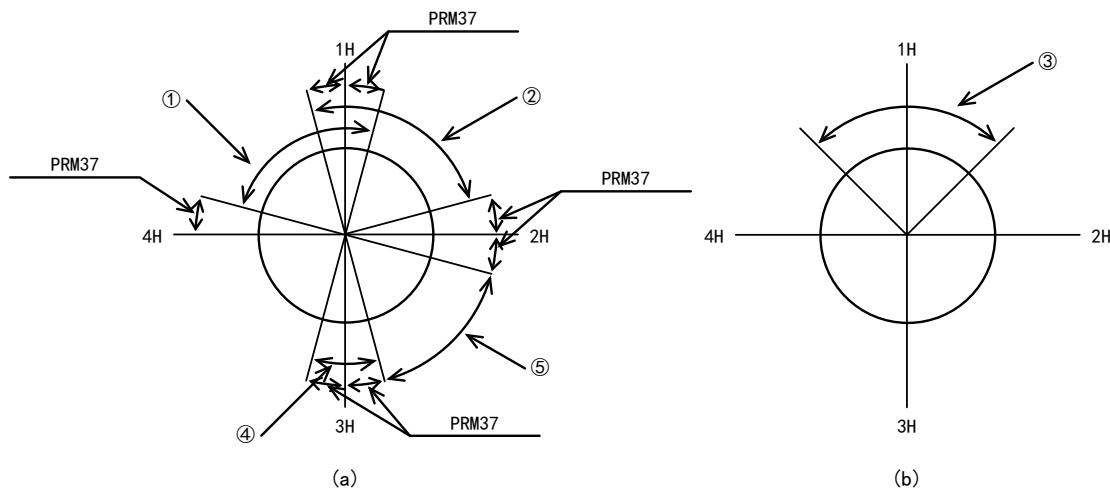

图 7.8 等分分割指定 (G101) 和参数
位于图 7.8 (a) 中①的范围内时, 假如执行了 G101A4; G91A0F□□, 则移动到 1H 的位置。
位于图 7.8 (a) 中②的范围内时, 假如执行了 G101A4; G91A0F□□, 则移动到 1H 的位置。
位于图 7.8 (b) 中③的范围内时, 假如执行了 G101A4; G91A0F□□, 则移动到 1H 的位置 (最近的位置)。PRM37 不对动作产生影响。
位于图 7.8 (a) 中④的范围内时, 假如执行了 G101A4; G91A0F□□, 则移动到 3H 的位置。
位于图 7.8 (a) 中①的范围内时, 假如执行了 G101A4;G91A-1F□□, 则移动到 4H 的位置。
也就是说, 位于图 7.8 (b) 的范围内时, 假如执行了 G101A4;G91A1F□□, 移动到 2H 的位置; 而执行了 G101A4;G91A-1F□□, 则移动到 4H 的位置。
位于图 7.8 (a) 中④的范围内时, 假如执行了 G101A4;G91A-1F□□, 则移动到 2H 的位置。
位于图 7.8 (a) 中④的范围内时, 执行了 G101A4;M70; 后, 当前的分割位置 (图中, 分割位置 3 位 bit 0 和 bit 1) 由 CN3 的 M 代码输出以二进制予以输出。
位于图 7.8 (b) 中③的范围内时, 分割位置 1 (bit 0) 被输出。
位于图 7.8 (a) 中④的范围内时, 执行了 G100A4;M70; 后, 当前的分割位置 (图中, 分割位置 3 位 bit 0 和 bit 1) 由 CN3 的 M 代码输出予以输出。